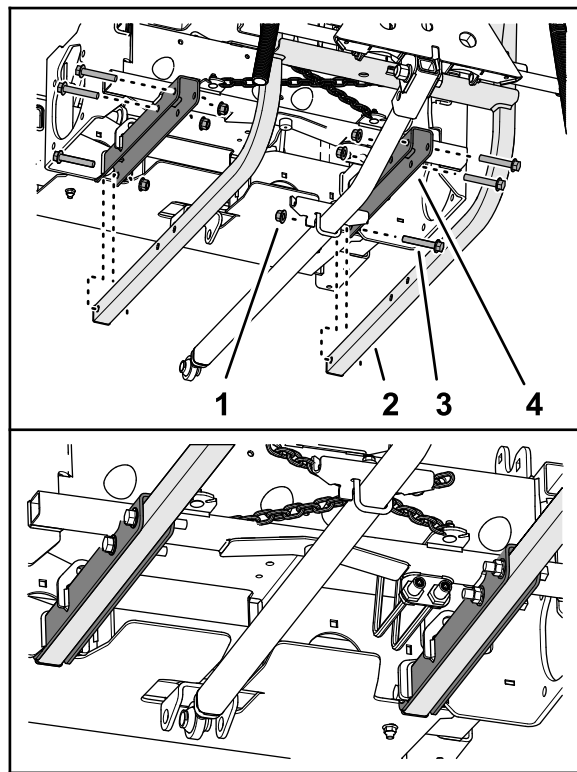

図 12
4. 後アタッチメント用昇降フレームを持ち上げて、昇降フレームチューブの穴をの後フレームのチャンネル部材の穴に合わせる 図 12。